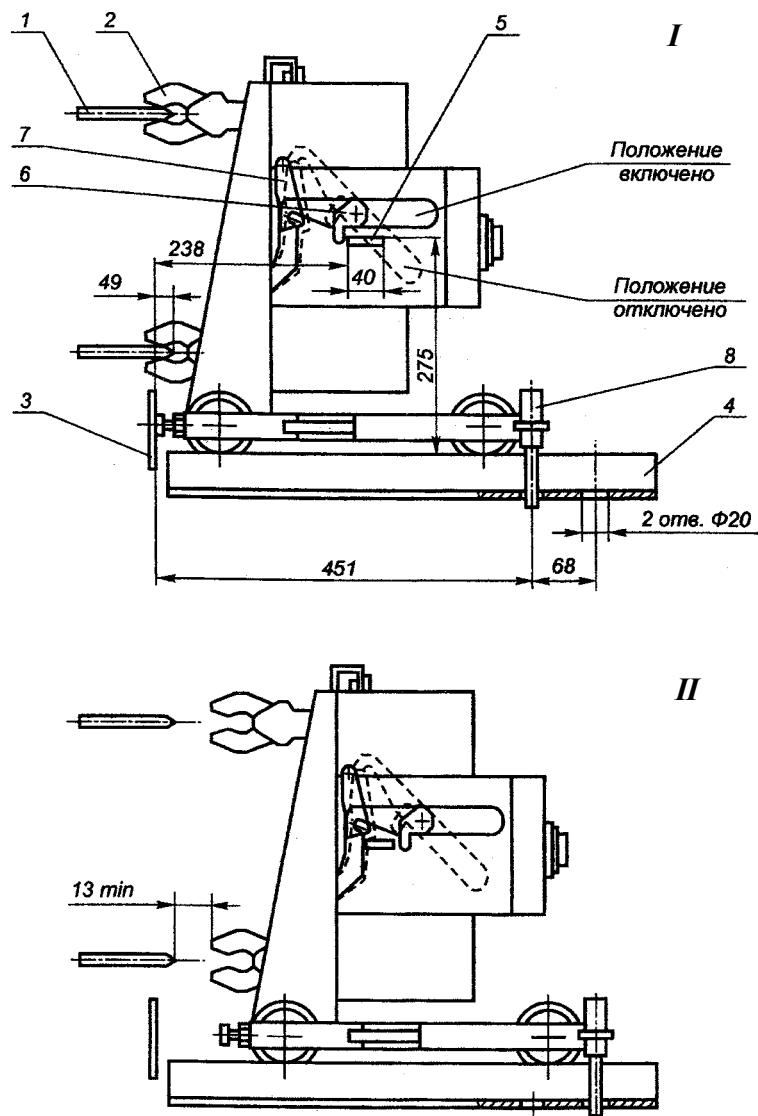

Рис. 12. Выключатель выдвижного исполнения.
- установить выключатель на рельсы в ячейку распределительного устройства и вкатить до упоров. При вкатывании убедиться, что оси симметрии главных врубных контактов и шин врубных контактов распределительного устройства совпадают по вертикали и по горизонтали и проверить, чтобы не было смещения врубных контактов выключателя с шин распределительного устройства. Проверить соответствие величины захода врубных контактов на шины распределительного устройства с требованиями настоящей инструкции (рис. 12) при фиксации выключателя в рабочем положении. Вкатывание выключателя в распределительное устройство производится вручную, для чего на выключателе имеются две ручки;
- включить выключатель (без тока в главной цепи) и проверить блокировку от выкатывания выключателя во включенном положении (рис. 12). При этом врубные контакты не должны сходить с ровных площадок шин распределительного устройства;
- отключить выключатель, зафиксировать рычаг блокировки в положении "отключено" и выкатить выключатель в контрольное положение с помощью рукояток (рис. 12-II);
- включить выключатель и проверить блокировку от вкатывания выключателя во включенном положении (рис. 12). Расстояние между врубными контактами выключателя и шинами распределительного устройства должно быть не менее 13 мм при касании рычага блокировки упора в ячейке распределительного устройства;
8. Выдвижной выключатель вкатить в рабочее положение и зафиксировать его при помощи специального устройства (рис. 12).